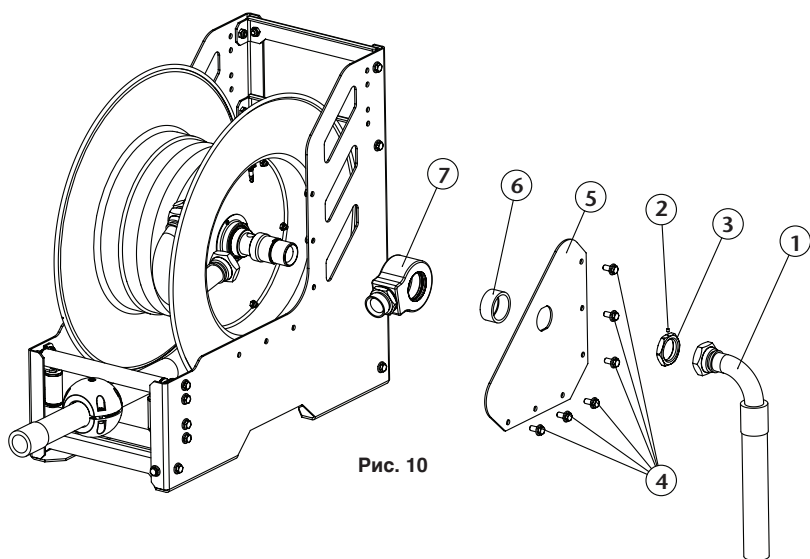

Рис. 10
2. Ослабить установочный винт в гайке (2) и снять указанную гайку. (3) (рис. 10).
5. Снять поворотное соединение (7) (рис. 10 и 11) и выполнить его замену на новое либо заменить уплотнения (8) (рис. 10). Убедиться в том, что уплотнения установлены должным образом.